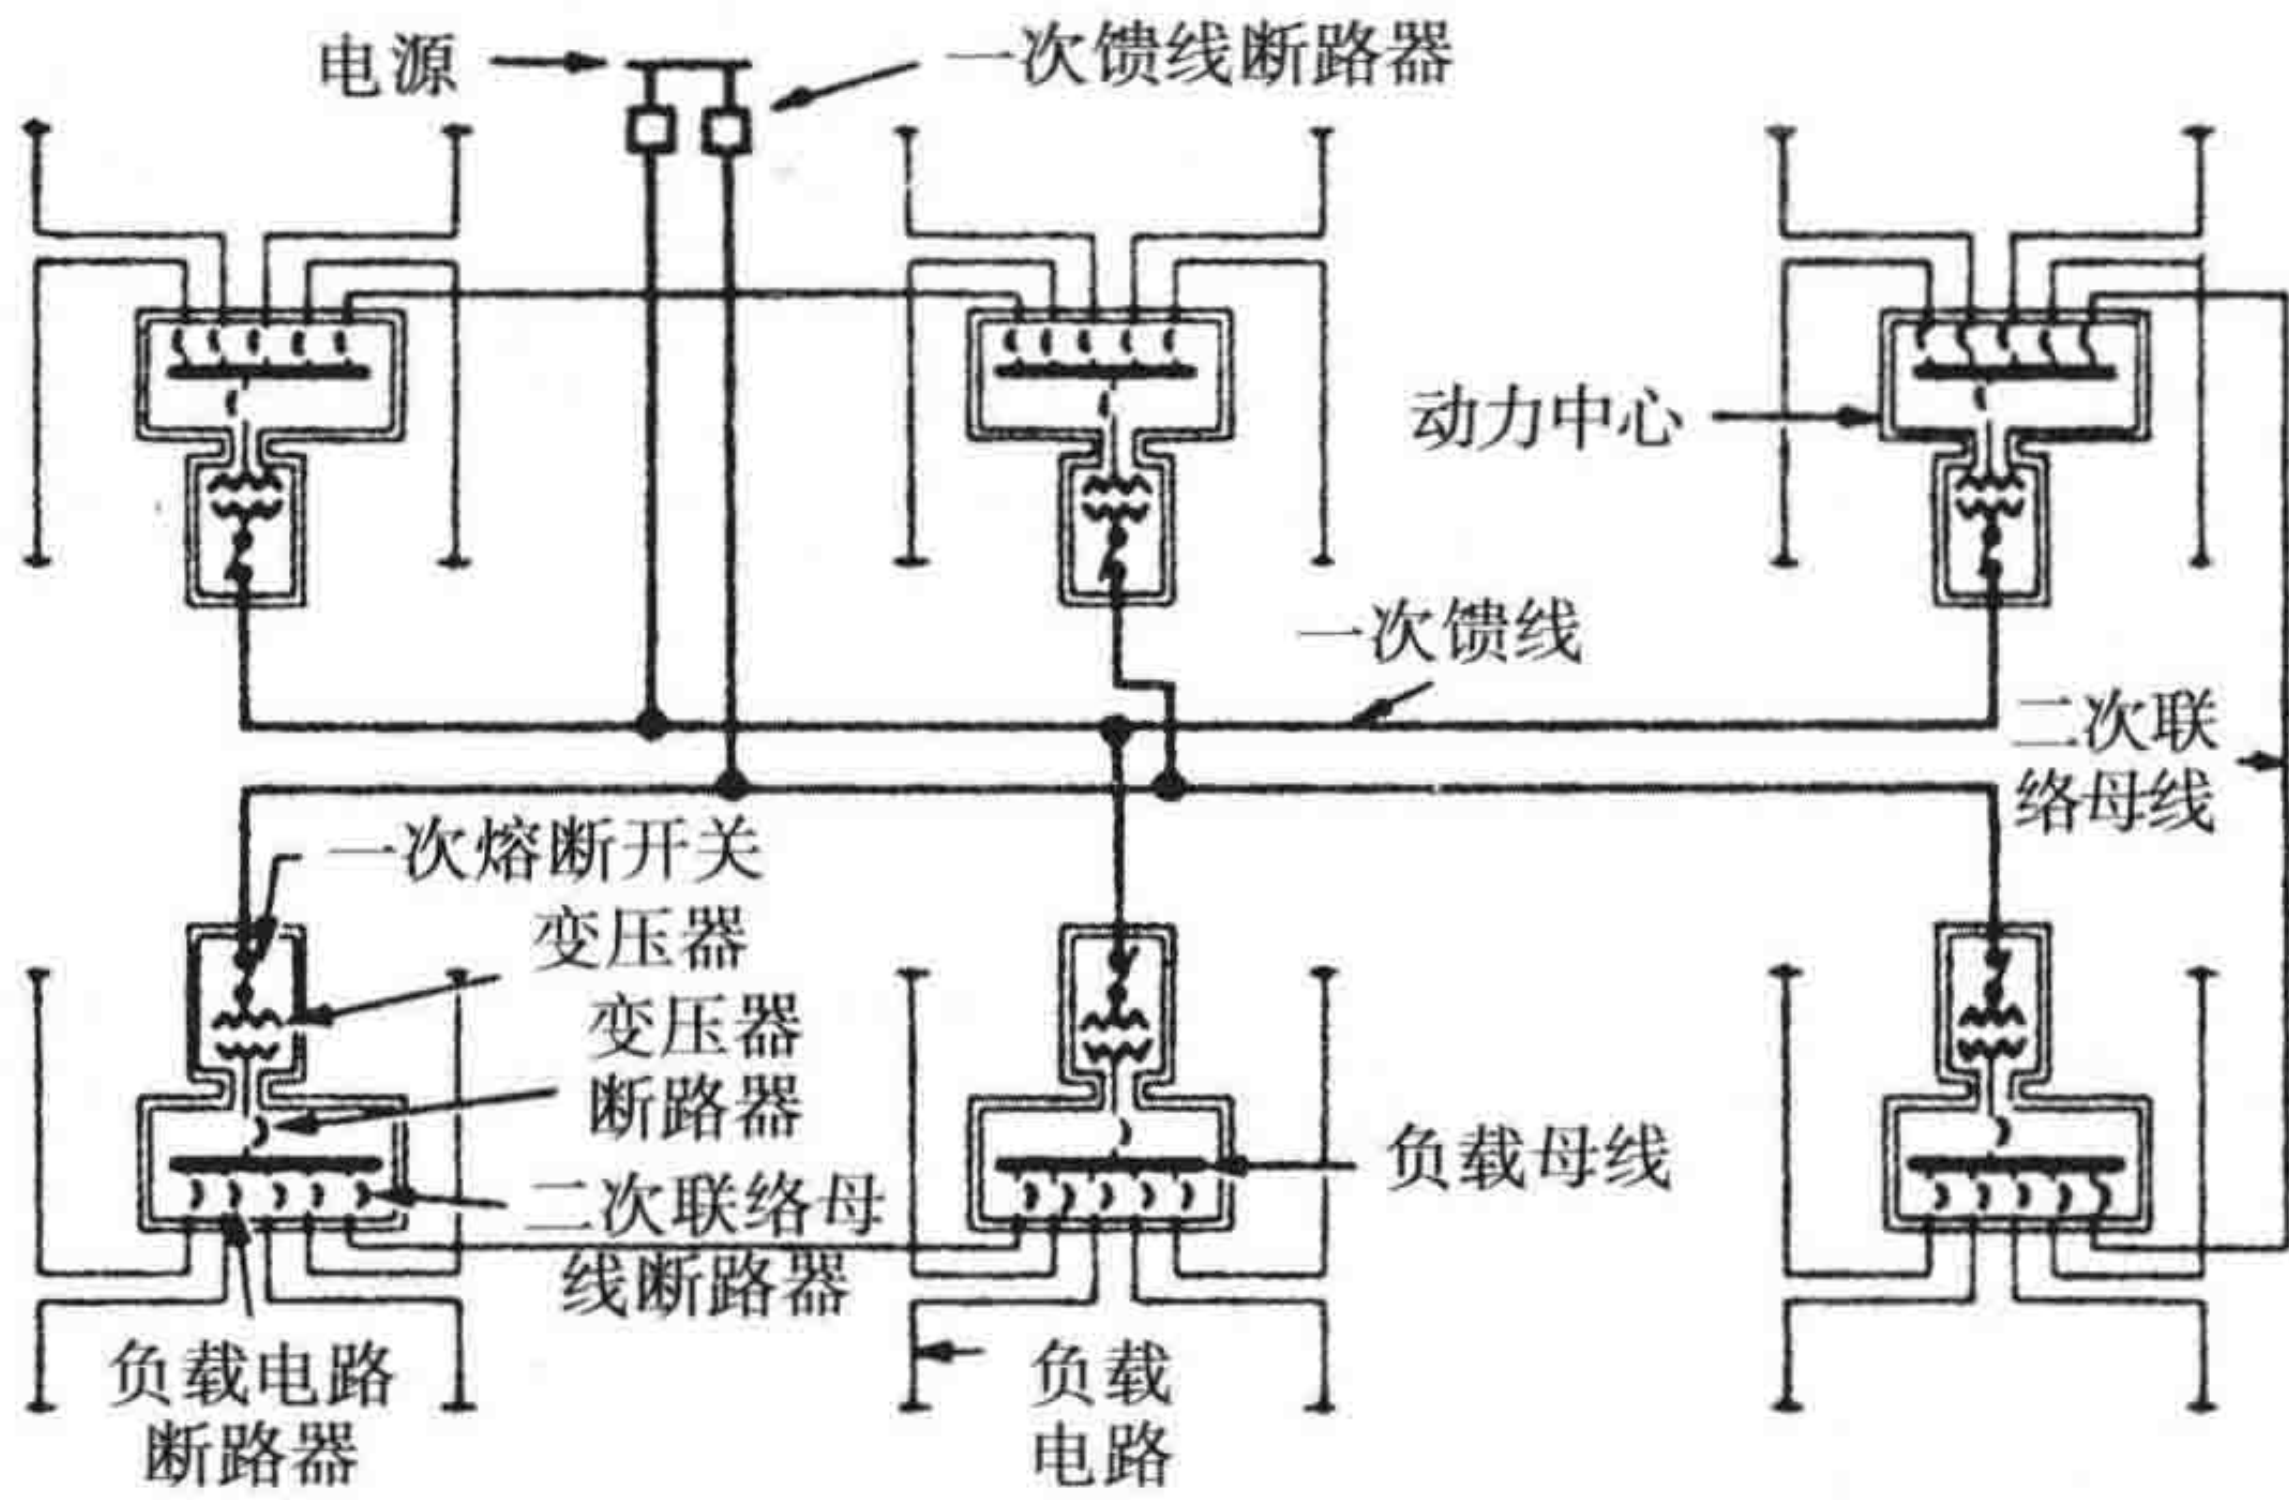

图 20-14 改进的二次侧选择辐射系统 (Westinghouse 产品)
**改进的二次侧选择辐射系统** 改进的二次侧选择辐射系统往往比前述形式更经济（见图 20-14）。该系统在每个负载中心只有一台变压器。两条相邻的负载母线通过二次电缆或母线联络，在一次馈线或变压器发生故障时，所有负载由另一条母线来供电。